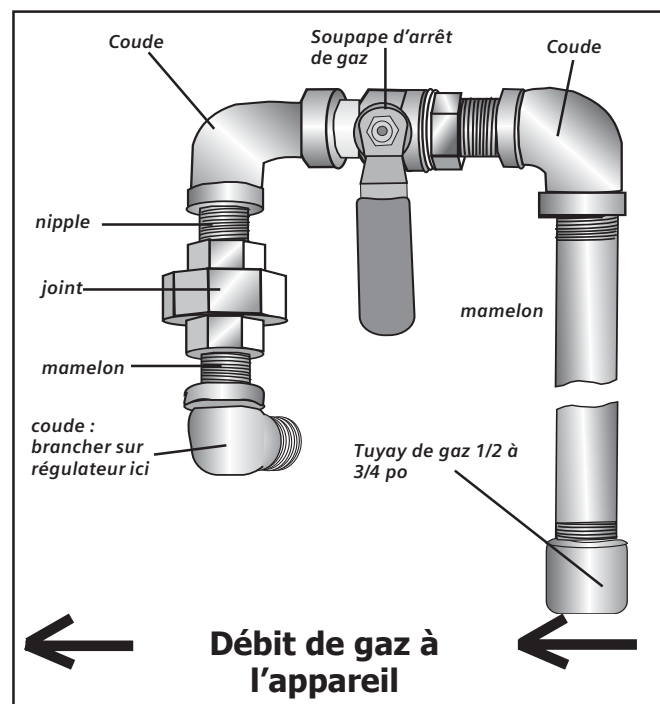
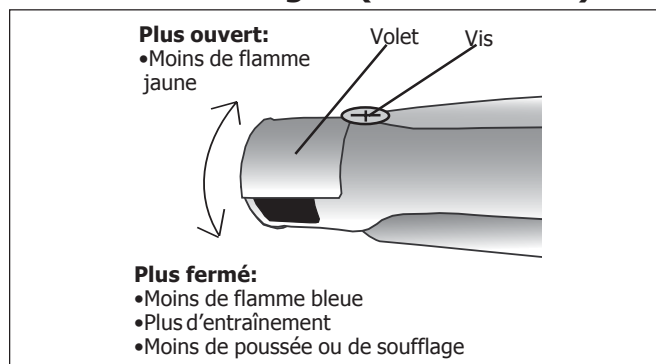

Figure 6: Méthode de tuyau rigide
Figure 8
### Méthode tuyau rigide (voir figure 6)
La configuration de la connexion avec tuyau rigide varie selon l'emplacement du bout du tuyau rigide de gaz. Consulter la figure 6 pour plus de détails.
**Test flamme du brûleur de four.** À cette étape vérifier la flamme. Voir figure 6 pour les caractéristiques appropriées de la flamme. Si la flamme brûle complètement ou est le plus souvent jaune, régler le volet d'air du brûleur de four. Voir figure 8 (page suivante) pour plus de détails.
**Test flamme du brûleur de grill.** À cette étape vérifier la flamme. Voir figure 6 pour les caractéristiques appropriées de la flamme. Si la flamme brûle complètement ou est le plus souvent jaune, régler le volet d'air du brûleur de grill. Voir figure 8 (page suivante) pour plus de détails.
Le volet d'air est situé à l'arrière du brûleur de grill. Il est attaché avec 7 vis à la cavité du four. Retirer les vis et tirer doucement l'assemblage du brûleur de grill en faisant attention pour ne pas détacher les fils électriques. Placer le brûleur contre l'arrière du mur de la cavité du four. Desserrer la vis et tourner le volet. Fermer le volet si la flamme s'élève ou souffle ou n'entraîne pas ; ouvrir le volet si la flamme est trop jaune. (Voir figure 8.) Serrer la vis. Replacer l'assemblage du grill en faisant attention de passer tous les fils à travers l'arrière du four. Réinsérer les 8 vis.